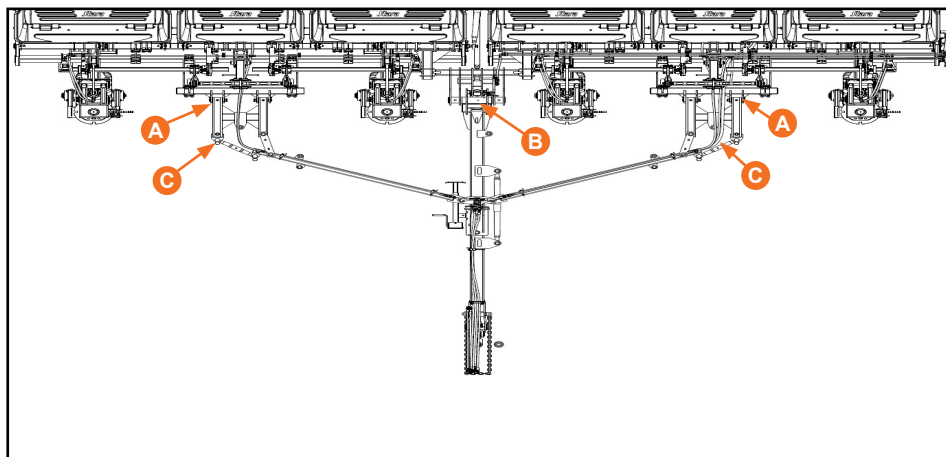

Figura 27
O cabeçalho para plantio possui três pontos de fixação (A e B), um em cada centro do chassi do implemento e um ponto no centro dos dois implementos. Onde possuem um ponto de articulação alinhado entre si, dessa maneira não é necessário desacoplar os tensores (C) para levantar o cabeçalho (Figura 27).